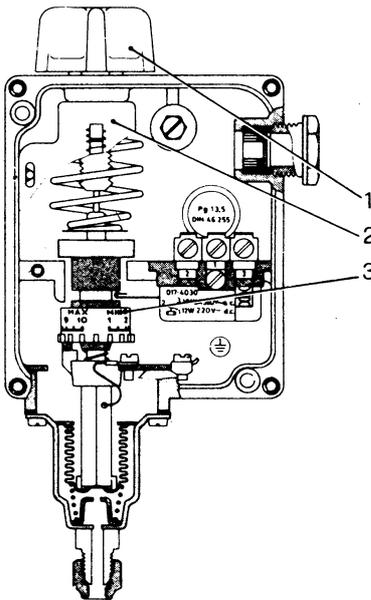
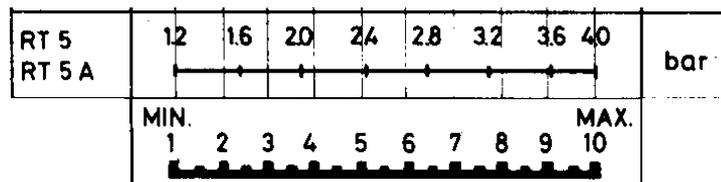

Рис. 3
Рис. 4
**Калибровка реле давления (Рис. 3):**
- а) Повернуть регулятор (1) до тех пор, пока стрелка шкалы (2) не установится на значении давления, на котором следует начать работу;
- б) Снять крышку реле давления и разместить барабан (3) на значении, выбранном качестве дифференциала (остановка горелки) на основе графика, приведенного на Рис. 4.